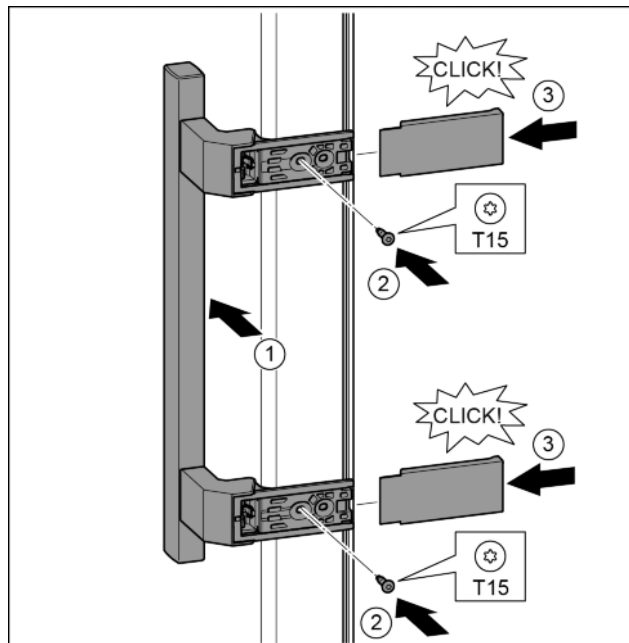

Fig. 33
- ▶ Встановіть ручку з протилежного боку. *Fig. 33 (1)*
- ▶ Закрутіть гвинти за допомогою викрутки T15. *Fig. 33 (2)*
- ▶ Встановіть кришки з боків та вставте їх. *Fig. 33 (3)*